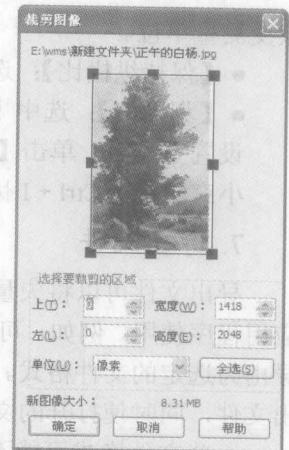

图 1-13 【裁剪图像】对话框
① 单击【导入】按钮，弹出【裁剪图像】对话框，如图 1-13 所示。
② 在对话框的预览窗口中，通过拖动修剪选取框中的控制点，可以直观地控制对象的范围。包含在选取框中的图形区域将被保留，其余的部分将被裁掉。
③ 如果需要精确的修剪，可以在【选择要裁剪的区域】选项框中，设置距离【上】部的【宽度】、距离【左】的【高度】增量框中的数值。
④ 在默认情况下，【选择要裁剪的区域】选项框中的选项都是以“像素”为单位的。用户可以在【单位】列选框中选择其他的计量单位。
⑤ 如果对修剪后的区域不满意，可以单击【全选】按钮，重新设置修剪选项值。
⑥ 在对话框下面的【新图像大小】栏中显示了修剪后新图像的文件尺寸大小。